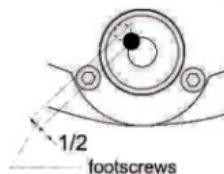

Fig.10
- a. Invartiti de surubul reglaj pana bula intra jumataate in cerc din centru ( Fig. 10)